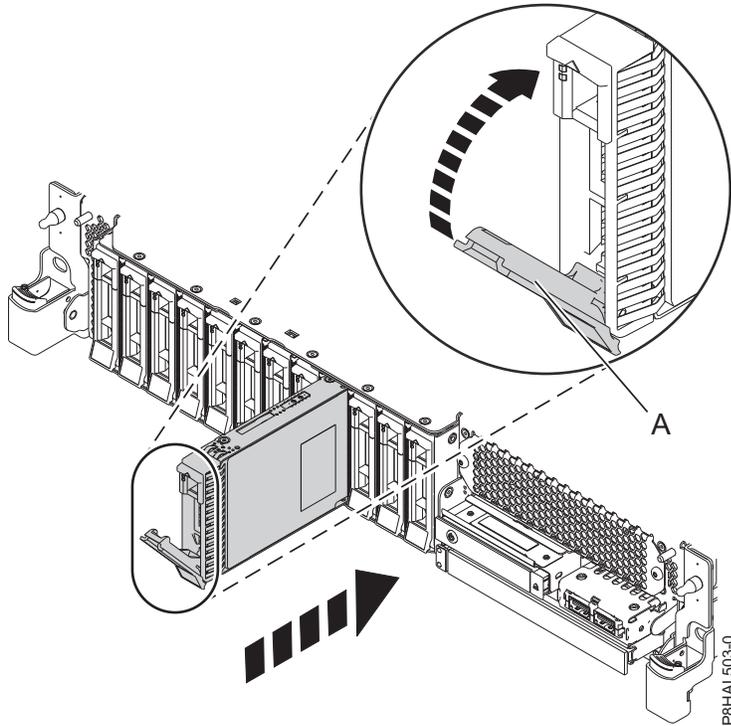
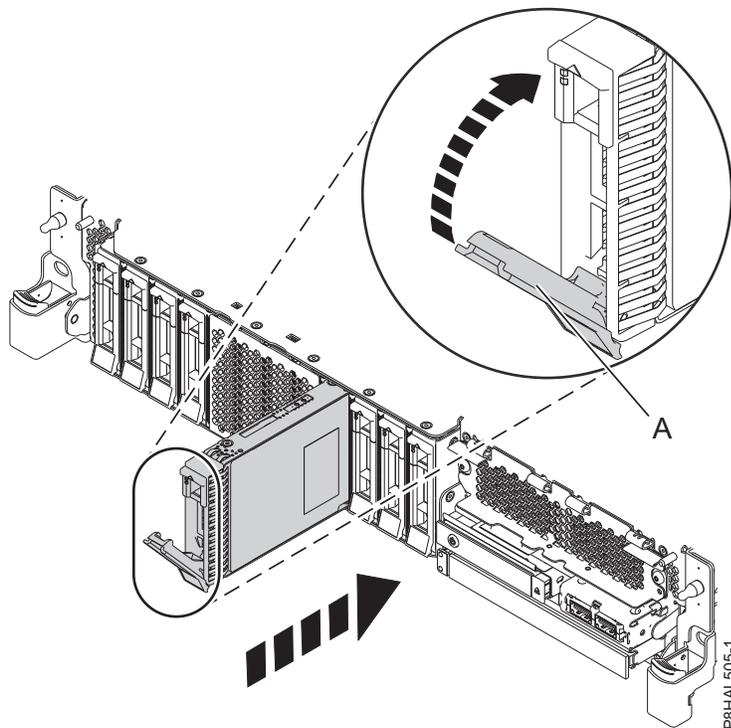

Figura 78. Substituir uma unidade de disco num sistema de função base
Figura 79. Substituir uma unidade de disco num sistema de função expandida
4. Desbloqueie a pega do compartimento de unidade (A) apertando-a e puxando-a para fora. Se a pega não estiver completamente fora, a unidade não deslizará para dentro do sistema. Consulte a Figura 78 na página 85 e a Figura 79 na página 85.
9. Quando o LED identificador permanece ligado, deslize a unidade completamente para o sistema e empurre a pega da unidade (A) até bloquear, como mostrado na Figura 78 na página 85 e a Figura 79 na página 85.